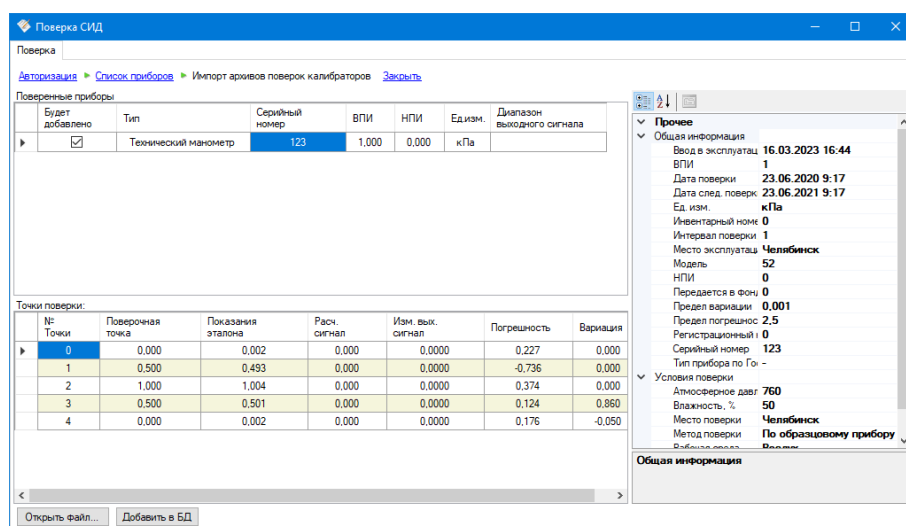

Рисунок 4.21 – Импорт архивов поверок калибраторов
- нажать кнопку «Открыть файл» (см. Рисунок 4.21) и выбрать в диалоговом окне XML файл с сохраненным архивом поверок;
На этапе импорта архива поверок в программе отображаются компоненты (см. Рисунок 4.21):